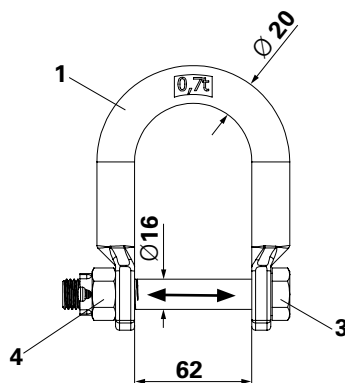

Fig. 3
- Qualora il diametro si discosti di oltre il 3% dalla misura originaria, il golfare CB 240-2 0,7 t non può più essere utilizzato (Fig.3);
- Qualora le dimensioni si discostino di oltre il 10% dalla misura di 62 mm, la staffa di sollevamento (1) non può più essere utilizzata. (Fig.3);